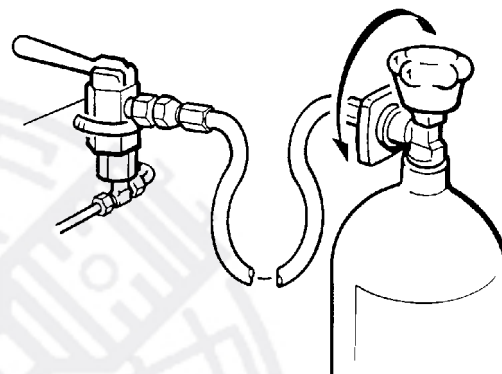

Рис. 20 Подсоединение баллонов сжатого воздуха
- Подсоедините баллон сжатого воздуха к разъёму баллона (см. Рис. 20).